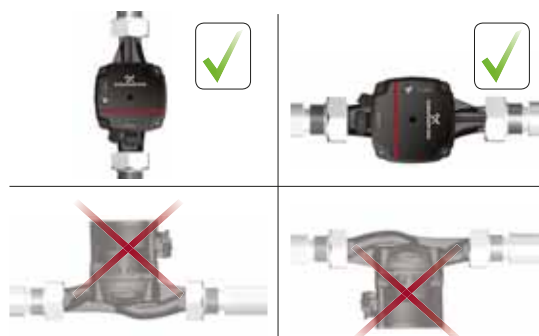

Fig. 4 Positions du circulateur
Toujours installer le circulateur avec l'arbre du moteur à l'horizontale. Ne pas installer le circulateur avec l'arbre du moteur à la verticale. Voir fig. 4, ligne du bas.
- Circulateur installé correctement dans une tuyauterie verticale. Voir fig. 4, ligne supérieure, à gauche.
- Circulateur installé correctement dans une tuyauterie horizontale. Voir fig. 4, ligne supérieure, à droite.